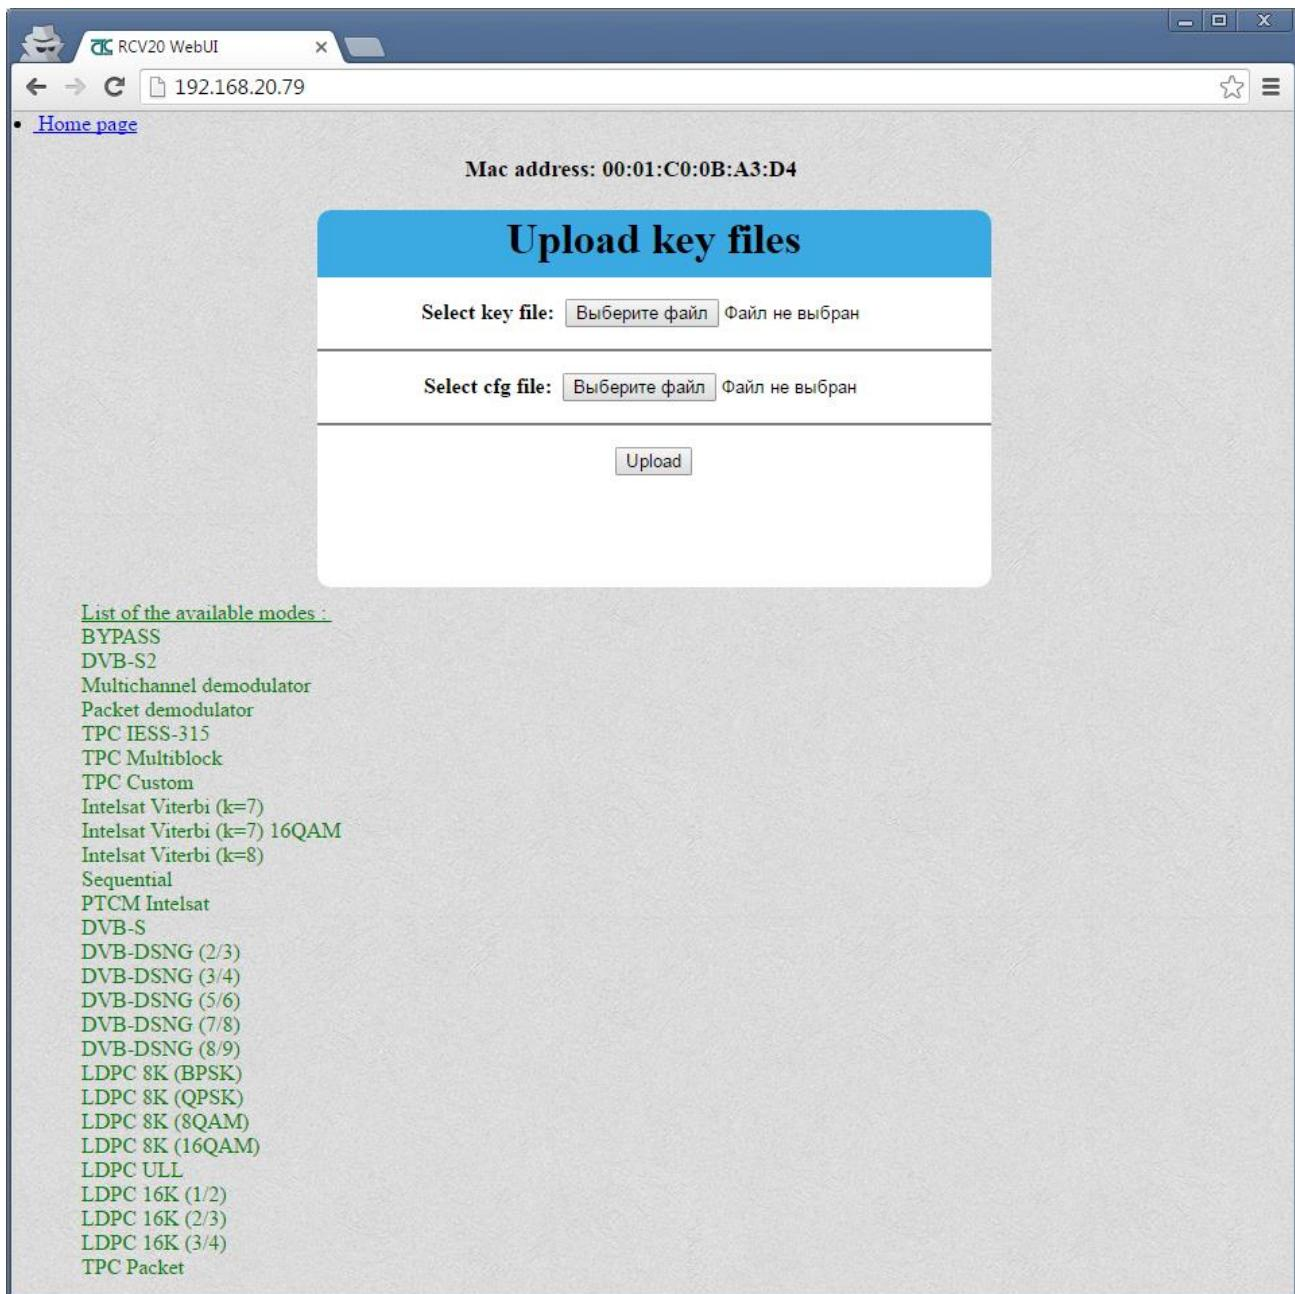

Рисунок 8.32. – Страница «Upload key files»
- 3) На странице «Upload key files» – нажатием кнопок «Выберите файл» указать полученные от производителя codings-файлы «**codings.key**» и «**codings.cfg**» – см. рис. 8.32.
- 6) Список доступных режимов работы отображается в веб-интерфейсе на странице «Upload key files» (см. рисунок 8.32).